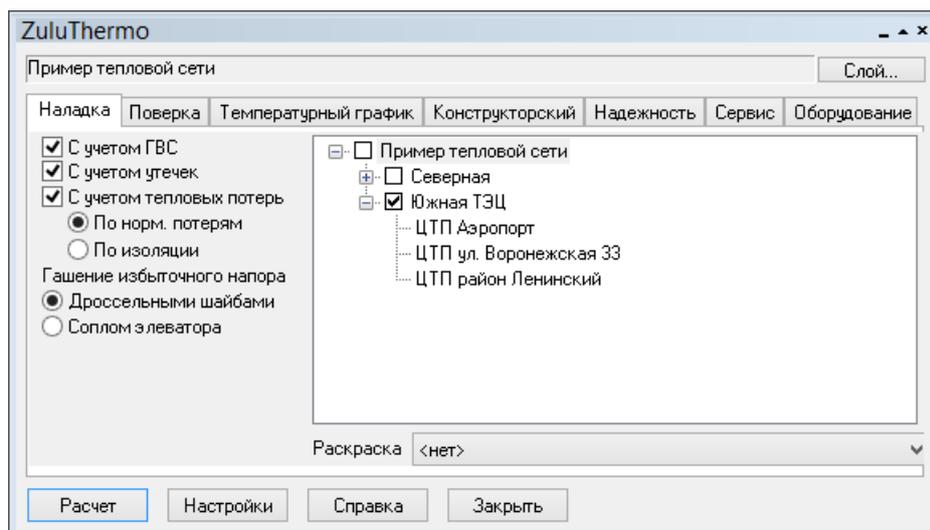

Рисунок 10.4. Выбор источника для расчета
4. Отметьте источник, для которого будет производиться расчет и установите флажок напротив соответствующего названия. (см. Рисунок 10.4, «Выбор источника для расчета»)